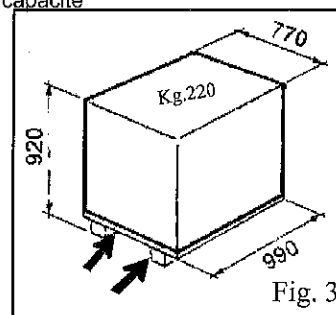

Fig. 3
- *The packaged machine may be moved by means of a fork lift truck of suitable capacity. Insert the forks at the points shown in figure 3.*
- La machine emballée doit être déplacée sur les fourches d'un chariot élévateur d'une capacité appropriée, enfilées aux points indiqués sur la figure 3.
Die verpackte Maschine darf nur mit einem dazu geeigneten Gabelstapler angehoben und transportiert werden, wobei die Gabeln an den in Abb. 3 angegebenen Punkten einzuschieben sind.